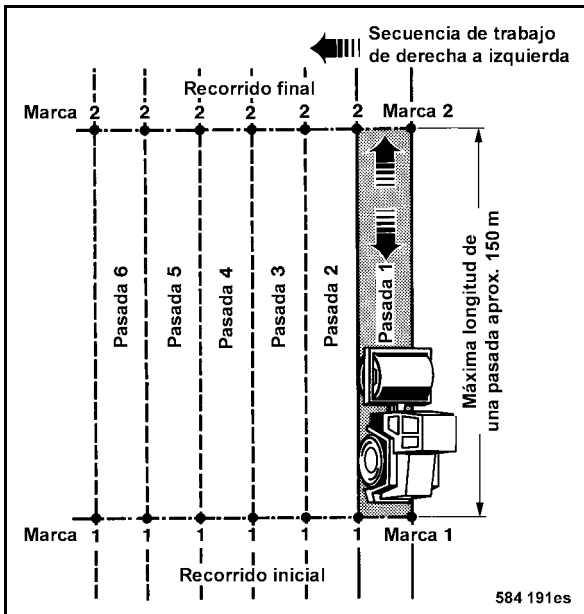

Fig. 120
- Marcar la pasada a compactar (Fig. 120).